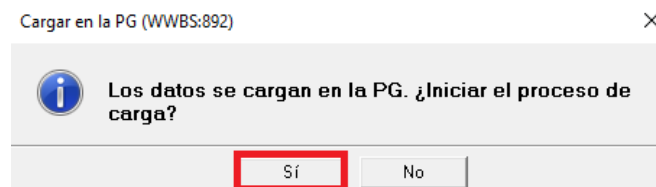

Figura 23: Confirmación de carga en PG
- Luego se desplegará una ventana para confirmar la carga de la unidad, presionar el botón “Si” (ver Figura 23).